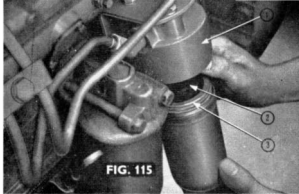

FIG. 115
1. Schroef de filterbodem (1. Fig. 115) van de filterkop (2. Fig. 115) los.